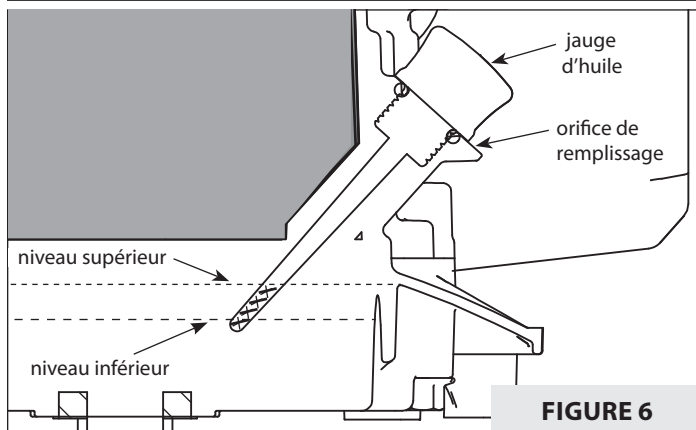

FIGURE 6
2. Retirer la jauge d'huile et incliner le moteur avec précaution vers le côté jauge d'huile pour vider l'huile par l'orifice de remplissage. Vider l'huile dans un récipient adapté et l'éliminer comme il se doit. **VOIR FIGURE 6.**
3. Remettre le moteur sur une surface de niveau et remplir d'une huile appropriée jusqu'en haut du marquage sur la jauge de niveau. **VOIR FIGURE 6.**